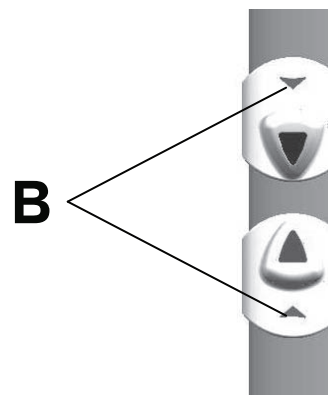

Figura 8 – Indicadores de abertura/fecho
Nota - Os indicadores de abertura/fecho (B) mostrar-se-ão amarelos quando a porta for libertada do bloqueio (Figura 8).
Nota - Os indicadores de abertura/fecho (B) mostrar-se-ão verdes quando a porta estiver bloqueada na posição fechada (Figura 8).